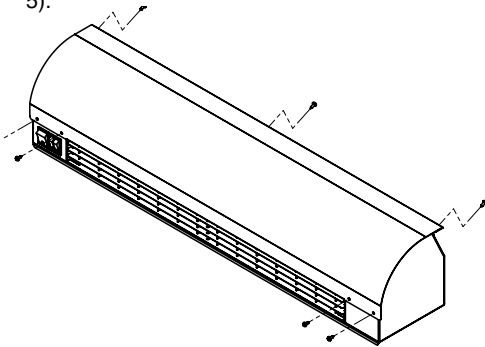

Рисунок 5
- Выкрутить саморезы с крышки (см. рисунок 5).